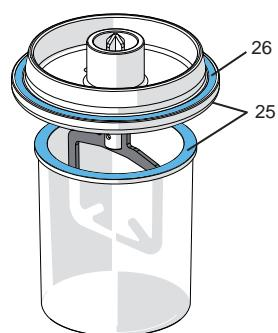

рис. 10
- Обратить внимание на чистый край стакана и крышки (25, рис.10)!
6. Подсоединить стакан к прибору (14).
- Отпускайте стакан только после того, как он держится самостоятельно, шкальная индикация вакуума показывает больше половины длины (24)!